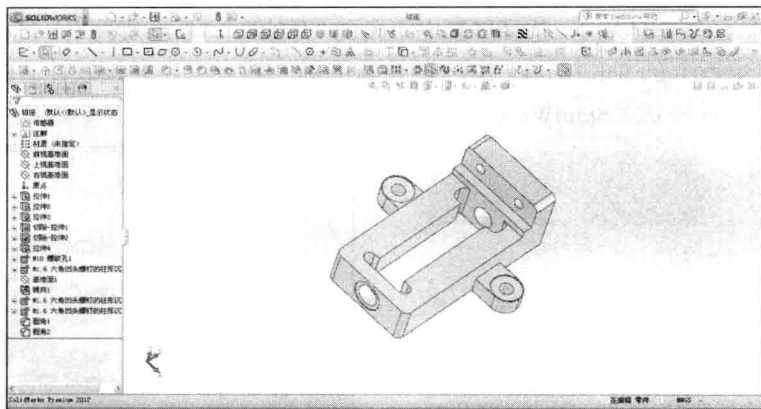

图 1-9 零件绘制窗口
(4) 选择“零件”模式即可进入零件绘制窗口，如图 1-9 所示。
- 界面种类：图 1-9 所示为打开零件文件的操作界面，装配体及工程图文件的操作界面与此界面类似。